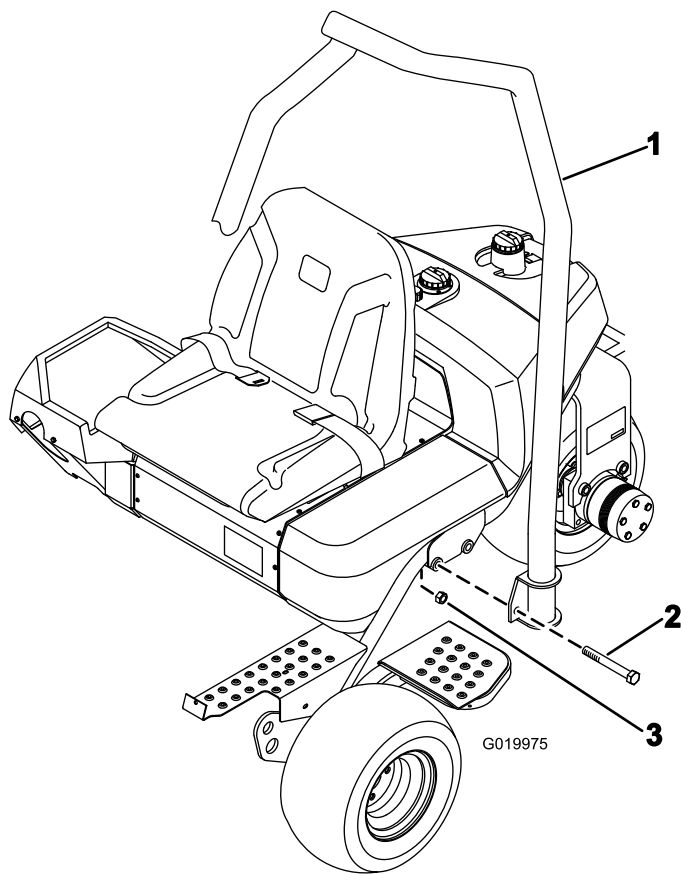

Bild 7
1. Positionieren Sie den Überrollschutz so, dass das Rohr oben zur Vorderseite der Maschine gekrümmt ist (Bild 7).
2. Senken Sie den Überrollschutz auf den Rahmen und fluchten ihn mit den Befestigungslöchern aus (Bild 7).
3. Befestigen Sie jede Seite des Überrollschutzes mit zwei Schrauben (5/8" x 4-1/2") und Sicherungsmuttern am Rahmen, wie in Bild 7 dargestellt. Ziehen Sie sie auf 183-223 N-m an.